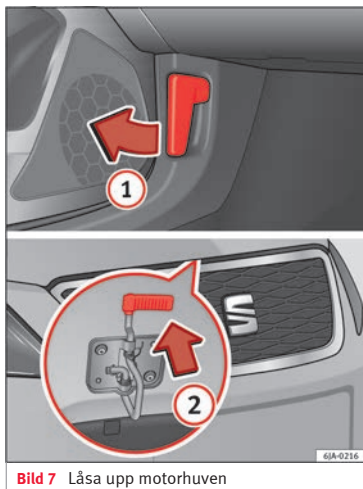

Bild 7 Låsa upp motorhuv
- Öppna motorhuv: Dra i spaken under instrumentbrädan » **bild 7 ①**.
- Lyfta upp motorhuv: tryck frigöringsspärren på motorhuvens undersida uppåt » **bild 7 ②**. Bromskroken på motorhuvens undersida lossas.